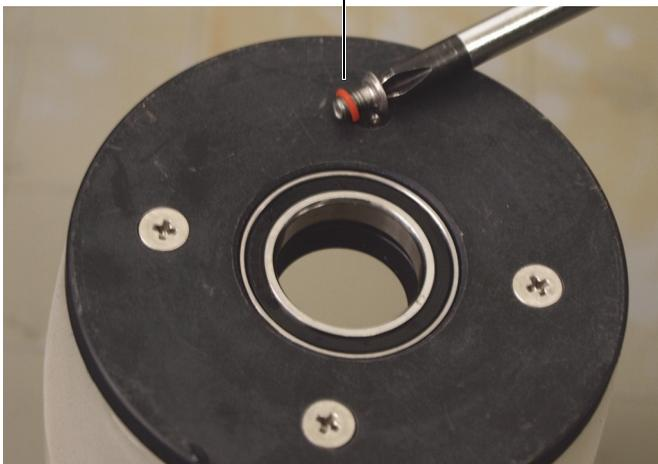

Figure 6-29 Installation des vis de fixation du moyeu sans régulateurs de débit
- b)* Placez les quatre joints de vis et les vis sur le moyeu sans régulateurs de débit et, selon un ordre de serrage en croix, vissez-les d'abord délicatement, puis fermement. (Figure 6-29 à la page 110).